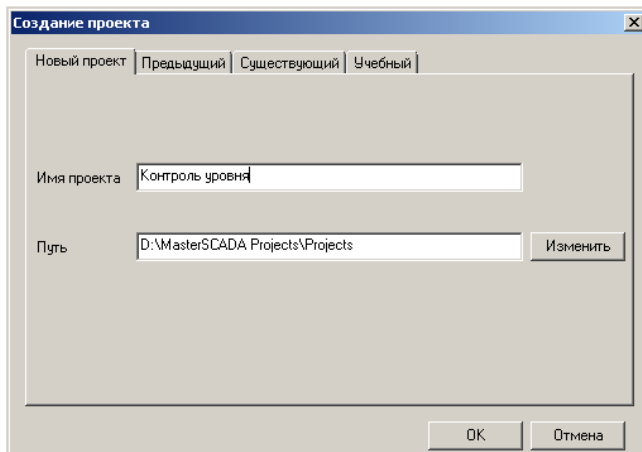

Рисунок 4-3. Создание проекта
Запустите MasterSCADA в режим разработки (DT) и создайте новый проект «*Контроль уровня*» (Рисунок 4-3).